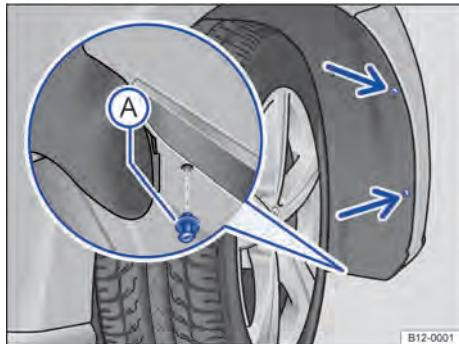
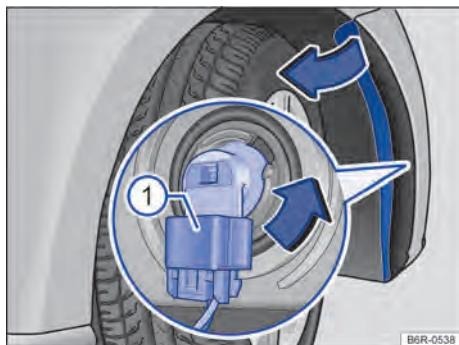

Fig. 115 Na caixa da roda dianteira direita: remover os parafusos de fixação (setas) e remover o rebite de expansão **A**.
Fig. 116 Substituir a lâmpada incandescente do farol.
- ① Observar a lista de controle e executar as ações → Página 153.
- ② Remover os parafusos de fixação do revestimento da caixa de roda → Fig. 115 (setas) com o auxílio de uma chave de fenda.
- ③ Remover o rebite de expansão dianteiro inferior do revestimento da caixa de roda → Fig. 115 **A** e retirar completamente.
- ④ Pegar o revestimento da caixa da roda pelos cantos entre os furos dos parafusos de fixação soltos e pressionar um pouco para o lado interno do veículo, para poder soltar o clipe de dentro.
- ⑤ Rebater com cuidado o revestimento da caixa de roda para o lado.
- ⑥ Retirar o conector de alimentação da lâmpada → Fig. 116 **1**, pressionar, ao mesmo tempo, a trava de fixação do conector.
- ⑦ Girar o soquete da lâmpada → Fig. 116, no sentido anti-horário da seta até o batente, e desencaixá-lo do alojamento.
- ⑧ A lâmpada do farol de neblina está fixada no soquete, devendo ser trocado o conjunto lâmpada e soquete.
- ⑨ Substituir a lâmpada incandescente queimada por uma lâmpada incandescente nova do mesmo modelo.
- ⑩ Pressionar o soquete da lâmpada no farol e girar no sentido horário até o batente.
- ⑪ Certificar-se de que o soquete está corretamente fixado no farol.
- ⑫ Encaixar o conector de alimentação → Fig. 116 **1** no soquete da lâmpada. O conector precisa encaixar audivelmente.
- ⑬ Rebater de volta o revestimento da caixa de roda, de modo que o clipe de dentro se encaixe.
- ⑭ Recolocar o rebite de expansão no revestimento da caixa de roda e no para-lama e pressionar para dentro → Fig. 115 **A**.
- ⑮ Recolocar os parafusos de fixação → Fig. 115 (setas) e apertá-los.